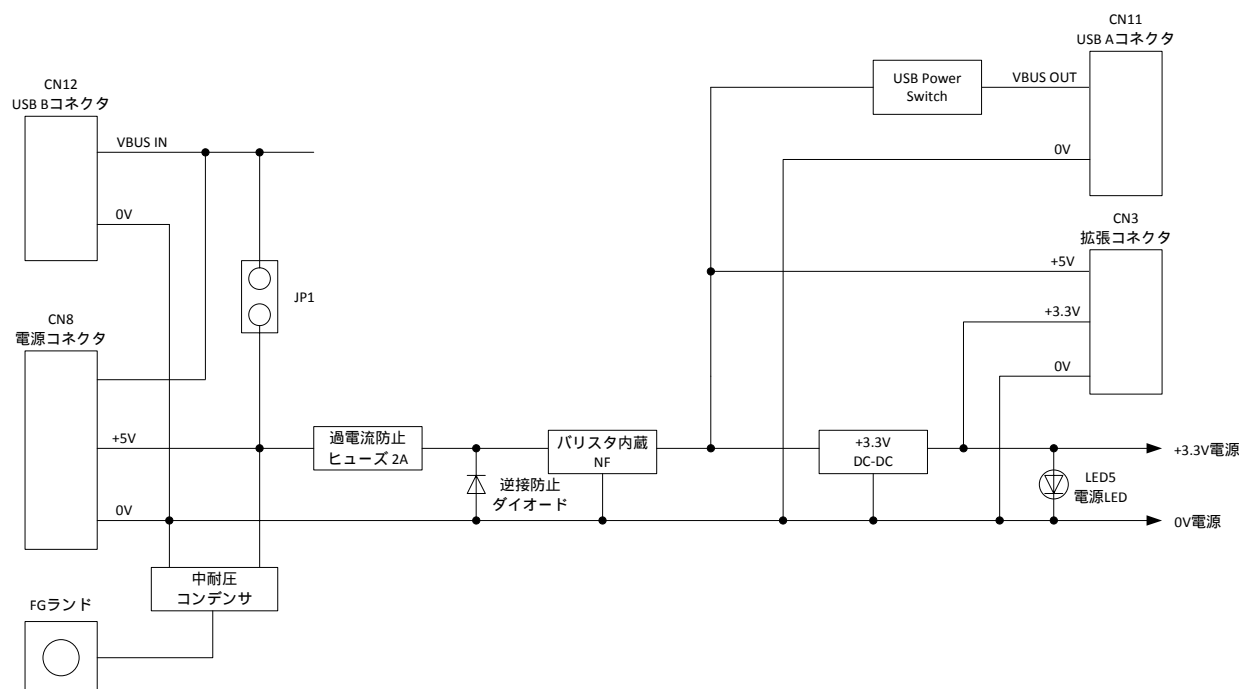

図 3.1. 電源回路構成図
本製品は、+5V 単一電源入力により動作します。図 3.1 に示すとおり、CN8 電源コネクタ、CN12 USB B コネクタ(USB BUS Power)、CN3 拡張コネクタの 3 系統のいずれか 1 つより+5V を供給することが可能です。ただし CN3 拡張コネクタより+5V を給電する場合、過電流防止ヒューズ、ノイズフィルタ (NF) を経由していませんので、電源供給元に必要に応じて設けていただく必要があります。